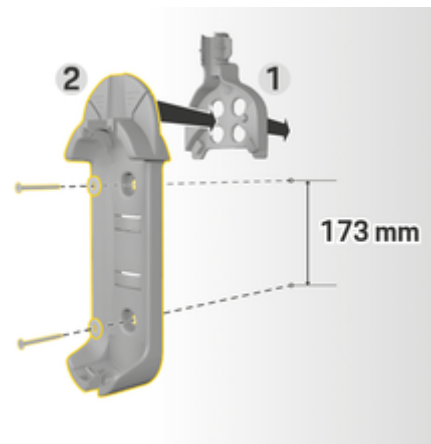

Fig. 33: Dimensões de perfuração
3. Pressione o suporte básico para parede 2 (Fig. 33) na passagem do cabo 1 (Fig. 33) pela parte da frente.